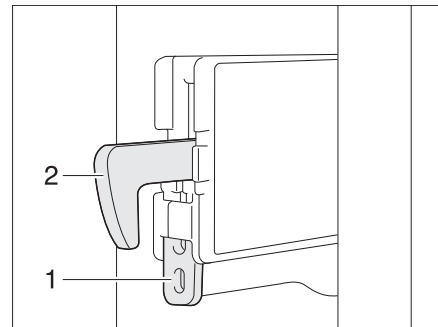

Fig. 339 Fijación del gancho de bloqueo
- Presionar la fijación (Fig. 339,1) hacia arriba. El gancho de bloqueo (Fig. 339,2) se presiona hacia arriba y ya no estará funcionando.
- Presionar el gancho de bloqueo (Fig. 339,2) hacia abajo. El gancho de bloqueo volverá a funcionar.